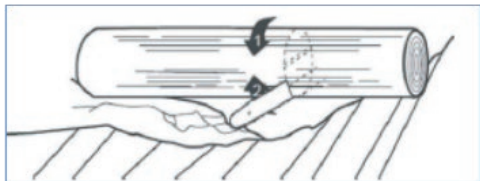

Abb. 7
6. Wenn der Stamm mit beiden Enden aufliegt, schneiden Sie den Stamm von oben auf 1/3 seines Durchmessers ein, um Späne und Splitter zu vermeiden. Bearbeiten Sie dann die restlichen 2/3 von der Unterseite in Höhe des oberen Schnitts, um ein Einklemmen der Führungsstange zu vermeiden (Abb. 7).